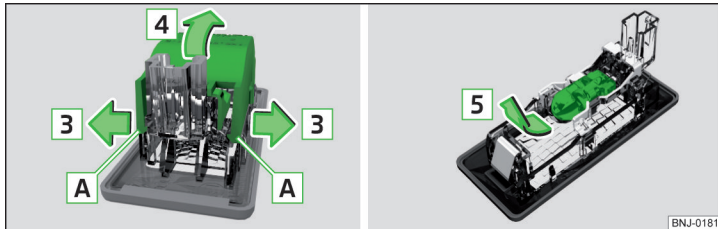

Abb. 215 Abdeckkappe ausbauen / Glühlampe wechseln
- › Die Abdeckkappe der Leuchte im Bereich **[A]** sowie in Pfeilrichtung **[3]** » Abb. 215 lösen.